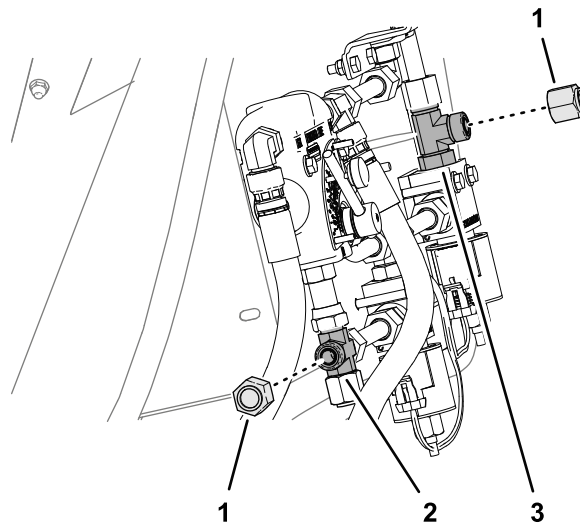

Figure 18
1. Sur le support de vanne, retirez les capuchons du raccord en T et du raccord union en croix, comme montré à la Figure 18.